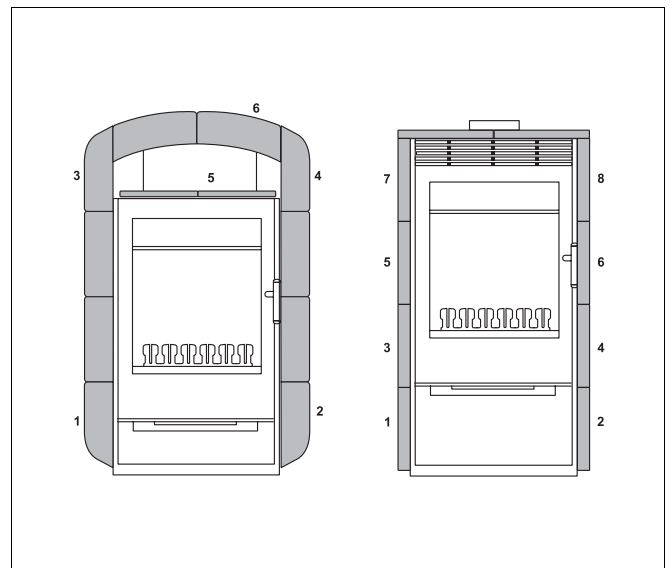

Abb. 14 Positionen der Kacheln (links blueline 1, rechts blueline 2)
- Beginnen Sie mit der Kachel mit der Nummer 1 (Abb. 14).